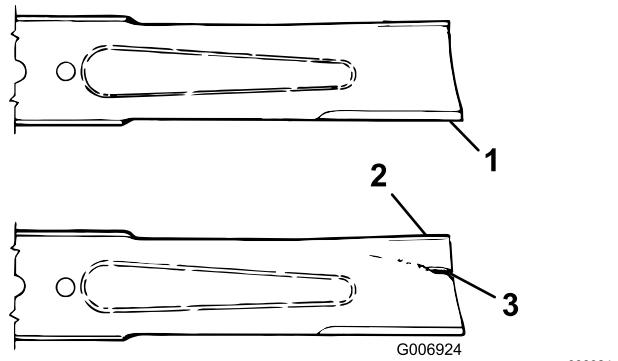

Figura 84
3. Examine cuidadosamente los extremos de corte de la cuchilla, sobre todo en el punto de reunión entre la parte plana y la parte curva de la cuchilla (Figura 84).
4. Si se aprecia desgaste (Figura 84), cambie la cuchilla; consulte Retirada e instalación de una cuchilla \(página 64\).